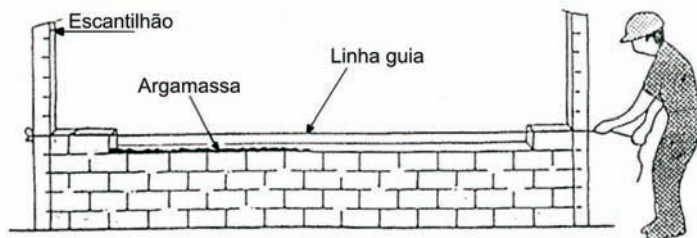

Figura 5
- 2º) As linhas guias das fiadas devem ser amarradas em blocos não assentados, ou então, em pregos cravados nas juntas (Figura 5).